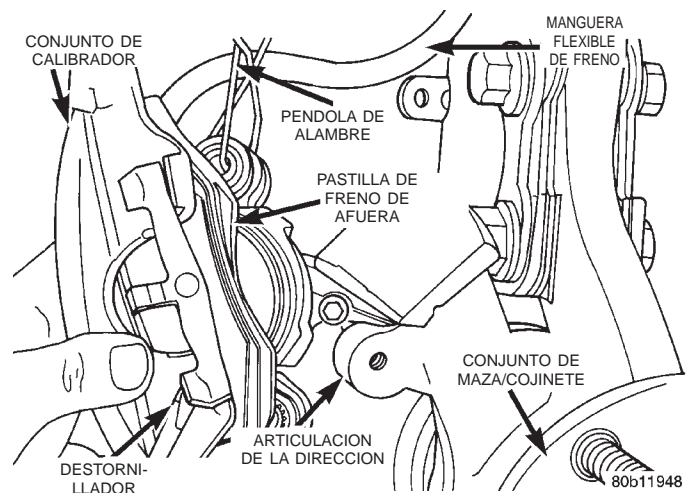

Fig. 64 Desmontaje de la zapata de freno de afuera
(7) Retire la zapata de freno de afuera, haciendo palanca sobre el collarín de retención de la zapata, encima de la zona elevada del calibrador. Deslice luego la zapata de freno hacia abajo y extráigala del calibrador. (Fig. 64).